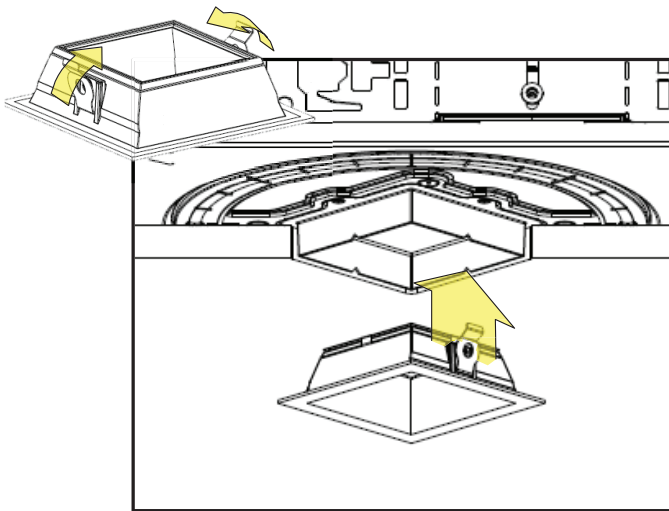

Fig. 17
- a. Comprima los resortes y empújelos hacia la abertura de la luz descendente hasta que la moldura quede a ras con el cielorraso. Asegúrese de que los resortes estén adecuadamente comprimidos y que pasen al interior del collar, no alrededor del mismo (consulte la Fig. 17).